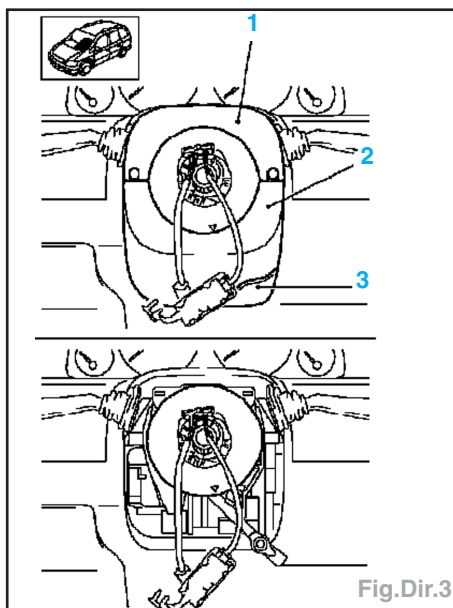

Fig.Dir.3
- La partie Sup. et Inf. de revêtement de la colonne de direction (Fig.Dir.3).